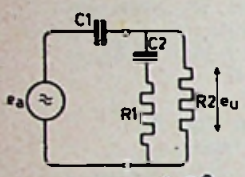

Fig. 40
Voor de berekening van het vereiste correctienetwerk gaan we op nagenoeg dezelfde wijze te werk als hiervoor is omschreven. Stellen we ook in dit voorbeeld  $C_1 = 2000 \text{ pF}$  (fig. 40). M.b. v. vgl. (37) vinden we voor  $R_1$ :
we weer berekenen  $R_2 = 0,5 \text{ M}\Omega$ . M.b.v. fig. 40 is te vinden: